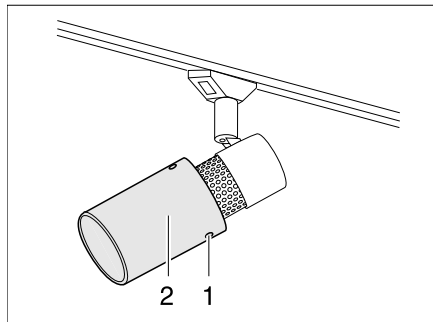

Bild 252 Halogenspotleuchte (verschiebbar)
- Befestigungsschrauben (Bild 252,1) lösen.
- Lampenkelch (Bild 252,2) vorsichtig von der Halterung abziehen.